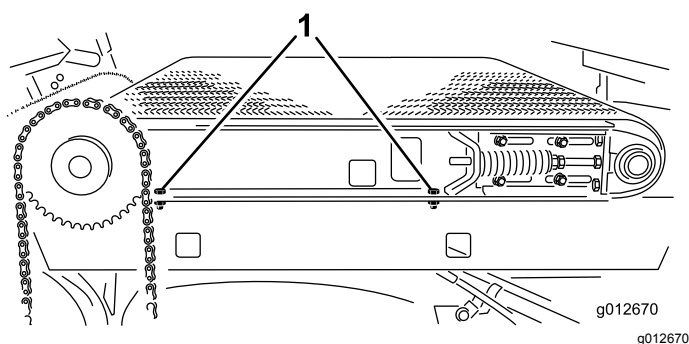

Figura 36
- A la derecha de la máquina, apriete 2 tornillos que fijan el travesaño del bastidor deslizante al guardabarros derecho (Figura 36).